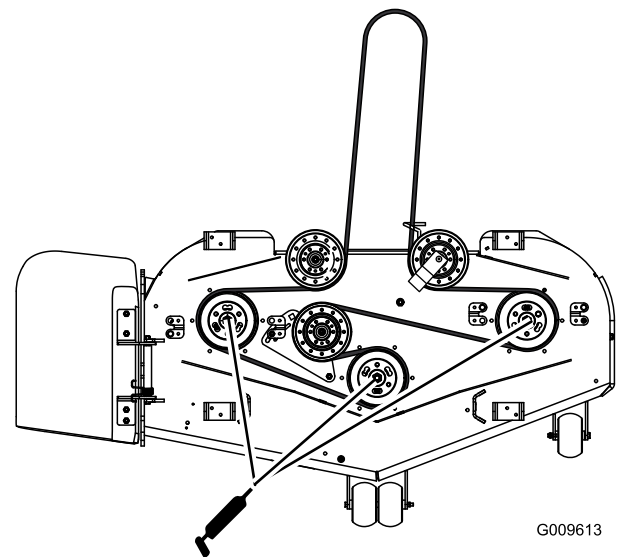

Figure 34
3. Lubrifiez les graisseurs des roulements des 3 axes (Figure 34).